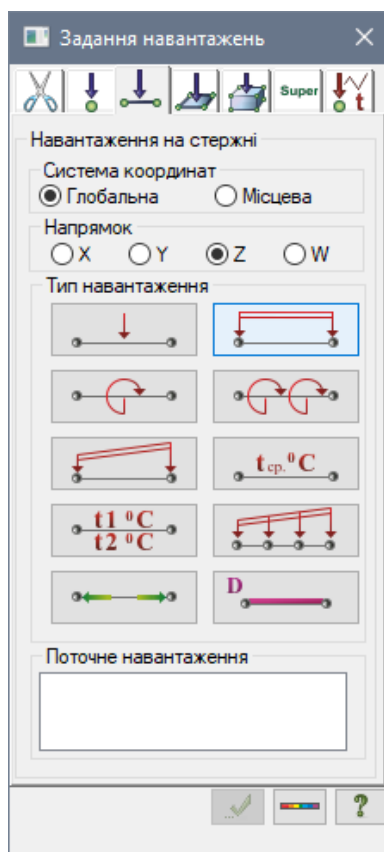

Рис. 3.21. Діалогове вікно Задання навантажень
- Після цього відкрийте діалогове вікно **Задання навантажень** на закладці **Навантаження на стержні** (рис. 3.21), вибрав команду  – **Навантаження на стержні** в розкритому списку **Навантаження на вузли та елементи** (панель **Навантаження** на вкладці **Створення та редагування**).